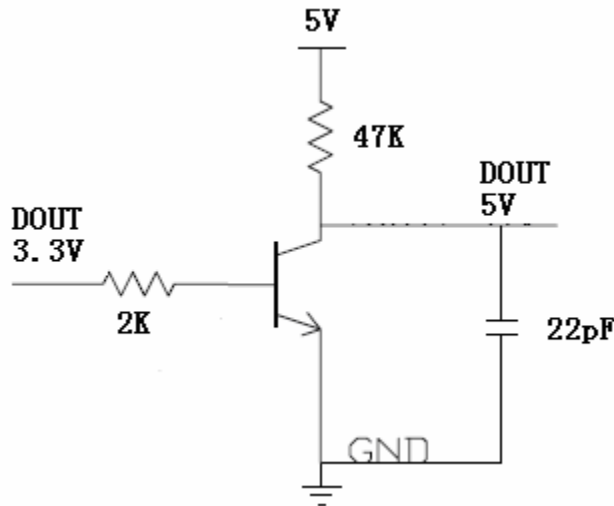

图 4
- 3.3V 转 5V 可利用三极管反相器电路实现 (如图 4), 考虑到 SPI 的数据反相问题, 需要在软件中进行取反操作;